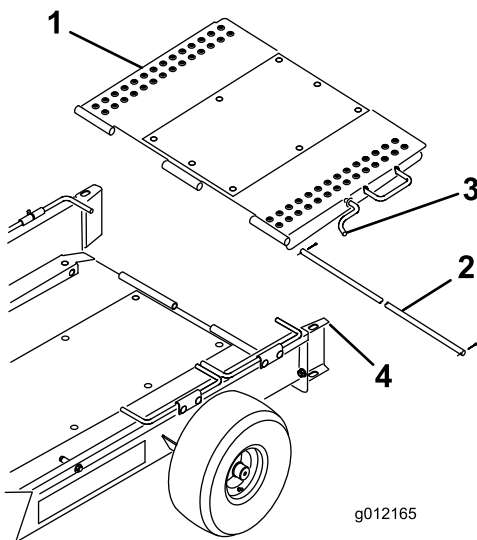

Bild 4
4. Befestigen Sie die Anhängerrampe mit der Scharnierstange und den beiden Splinten hinten an der Anhängerfläche (Bild 4).
5. Klappen Sie die Anhängerrampe nach oben und haken Sie den Rampenriegel in die Bohrung an der Oberseite der Radführung ein (Bild 4).
7. Klappen Sie die Anhängerrampe nach oben und haken Sie den Rampenriegel in die Bohrung an der Oberseite der Radführung ein (Bild 4).